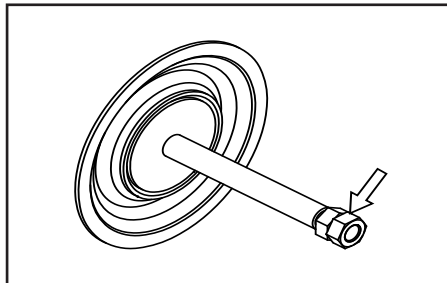

Figura 19
- Extraiga la tuerca en el lado opuesto usando la doble tuerca (consulte la Figura 19).